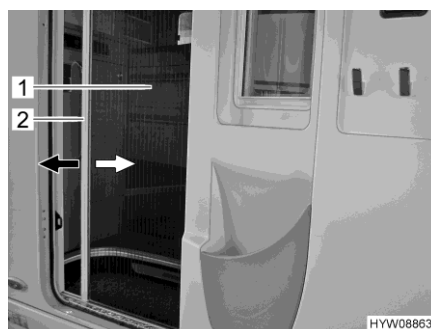

Bild 35 Insektsskydd (bodelsdörr)
- Stänga:** ■ Ta tag i listen (Bild 35,2) med båda händerna och dra insektsskyddet (Bild 35,1) jämnt ur dörrfästet.
- Öppna:** ■ Ta tag i listen (Bild 35,2) med båda händerna och skjut insektsskyddet (Bild 35,1) med lätt tryck i dörrfästet.